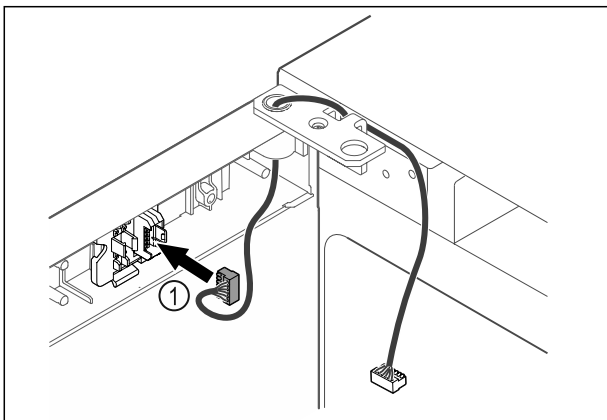

Fig. 43
- Zasuňte zástrčku Fig. 43 (1) do držáku zástrčky.